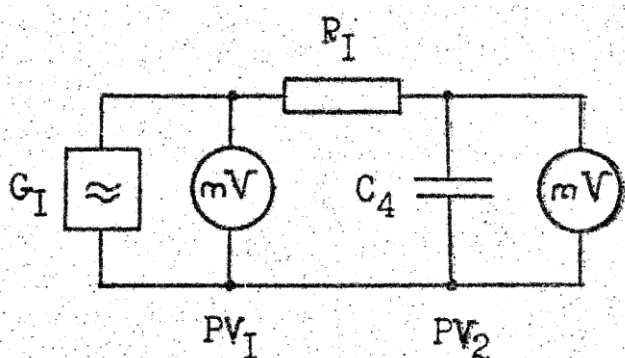
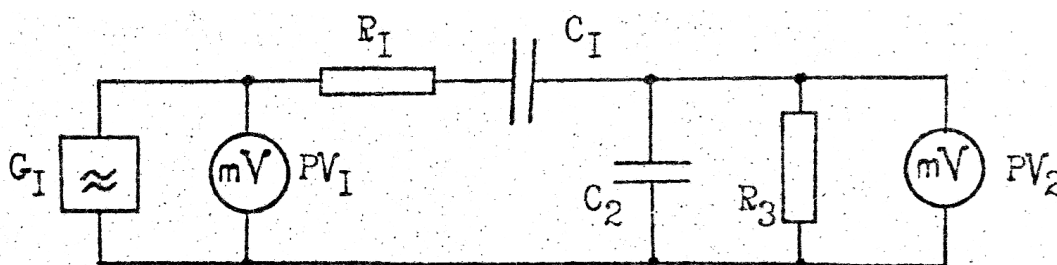

Рис. 3
Рис. 5
Объекты исследования: последовательные RC-цепи (рис. 3 и 4), фильтр Вина (рис. 5).
1. Рассчитайте частоту среза исследуемых цепей (рис. 3 и 4) по формуле $f_c = 1/(2\pi R_1 C_4)$.
3. Выпишите выражения для амплитудно-частотной и фазо-частотной характеристик фильтра Вина (рис. 5). Найдите значение частоты f_0 , при которой аргумент коэффициента передачи равен нулю.
2. Соберите первую из исследуемых цепей (рис. 3).
5. Повторите исследования п. 3 для фильтра Вина (рис. 5).
11. Выведите выражения для АЧХ и ФЧХ фильтра Вина (рис. 5).